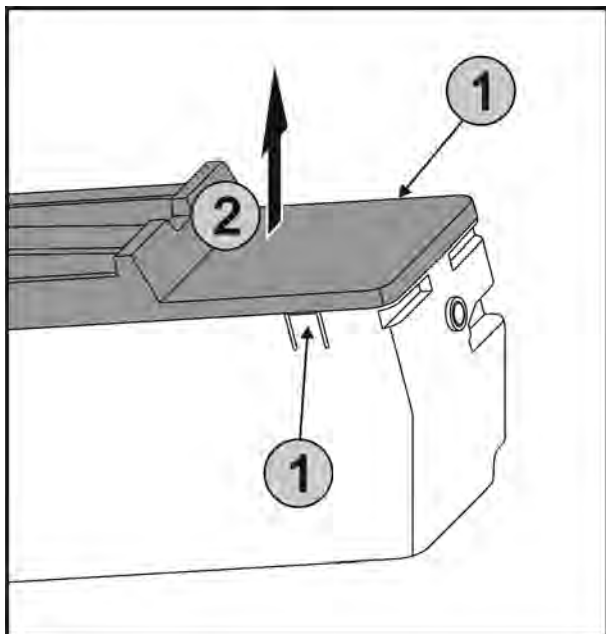

Fig. 38
- ▶ Одновременно нажать на наклейки Fig. 38 (1) на обеих сторонах EasyTwist-Ice и снять крышку Fig. 38 (2) движением вверх.